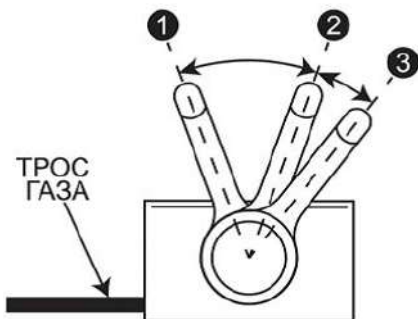
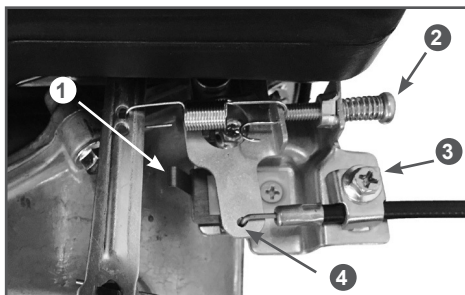

Рис. 9. Рабочие положения рычага газа
Рис. 10. Панель управления
8. Проверьте работу рычага газа и троса газа. При правильной регулировке троса газа рычаг газа имеет 3 рабочих положения (Рис. 9).
При установке рычага газа в положение «3» (Рис. 9), рычаг 4 управления оборотами двигателя должен нажимать на контактную пластину 1 (Рис. 10).
При установке рычага газа в положение «1» (Рис. 9), рычаг 4 управления на панели управления двигателя должен упираться в винт 2 ограничения максимальных оборотов двигателя (Рис. 10).
При необходимости отрегулируйте трос газа. Открутите болт скобы 3 крепления троса газа на 2-3 оборота и измените положение точки крепления оболочки троса газа относительно скобы крепления (Рис. 10). Снова затяните болт скобы крепления троса газа.